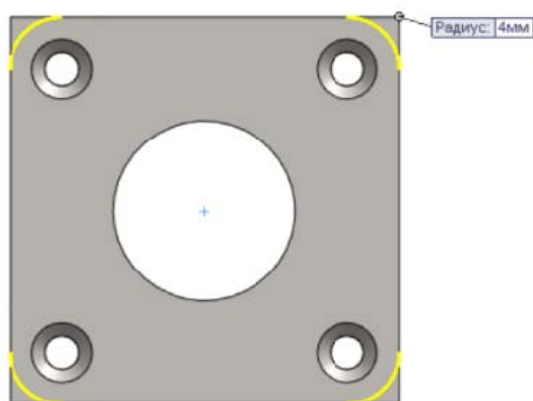

Рис. 2.29. Выбор кромок
3. Выберите кромки, показанные на рис. 2.29;